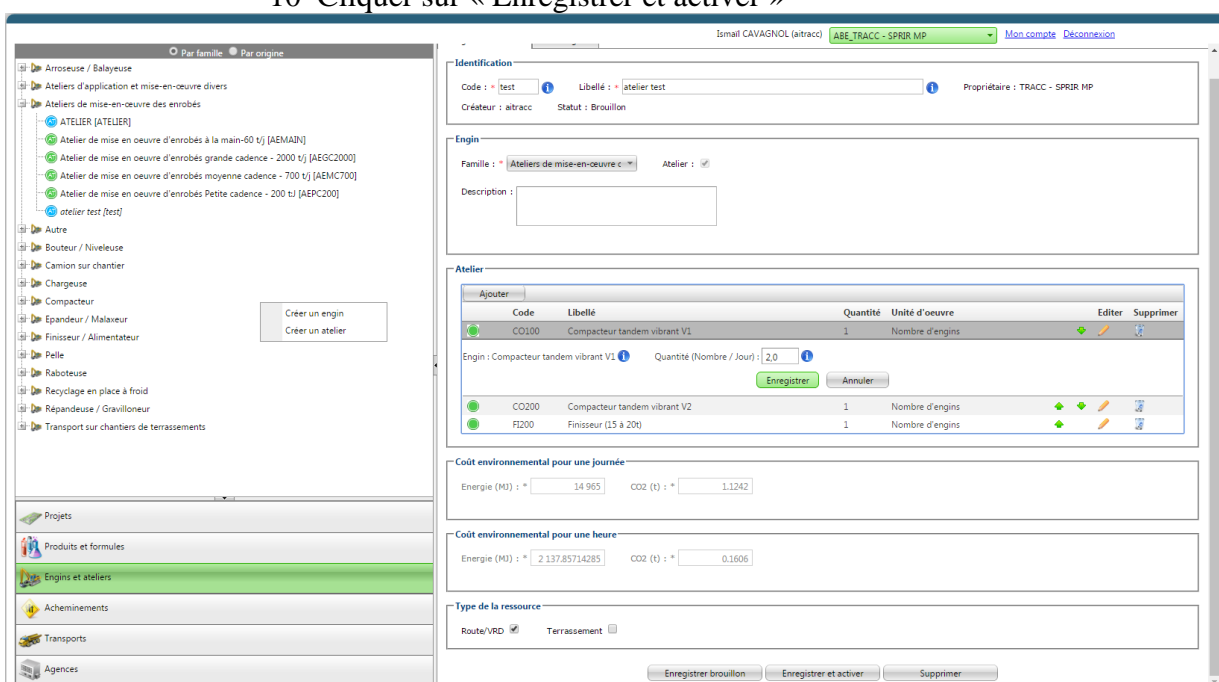

Figure 73 – Choix des quantités d’engins dans l’atelier
- 8- Cliquer sur « Editer » (Figure 73) pour modifier le nombre de chaque engin de l’atelier puis cliquer sur « Enregistrer »